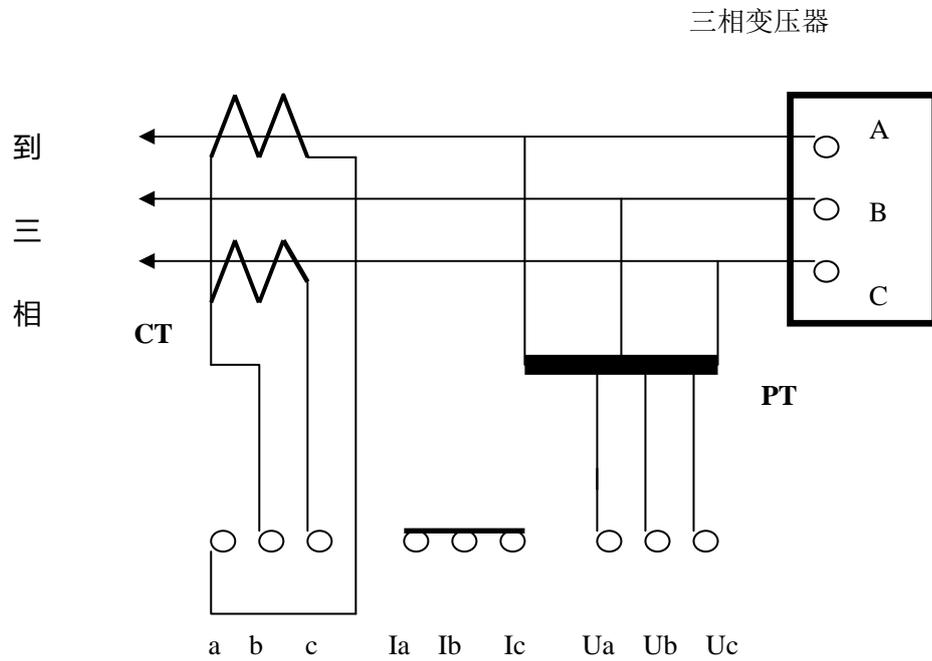

图 4
4、按说明书图 4 接线，此时的三相调压器为调压器与升压器的组合，如图所示：